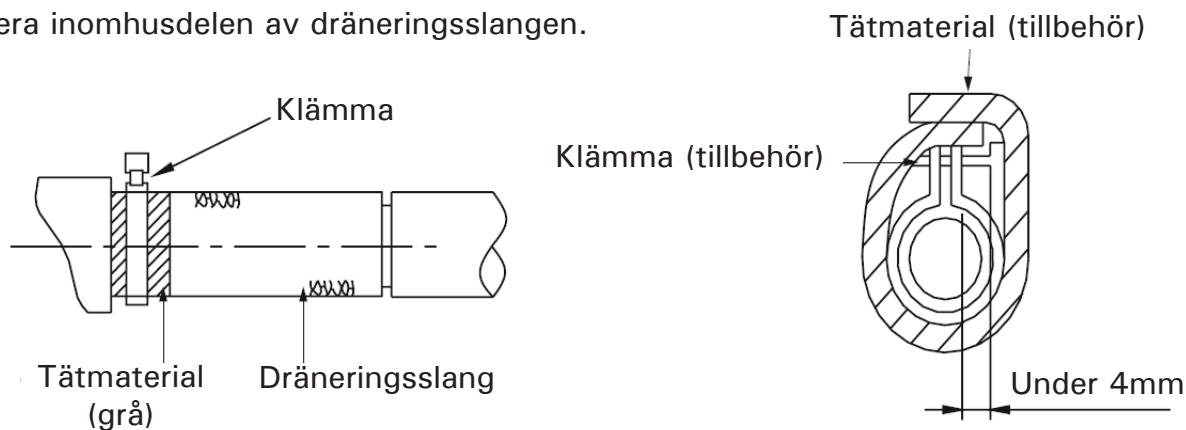

Fig.10
- (5) Använd den medföljande dräneringsslangen och klämman. Infoga dräneringsslangen i dräneringshylsan upp till den grå tapen. (se Fig.10).
- (6) Dra åt klämman tills skruvhuvudet är mindre än 4mm från slangen (se Fig.10).
- (7) Vira den stora tätkudden runt klämman för att isolera.
- (8) Isolera inomhusdelen av dräneringsslangen.